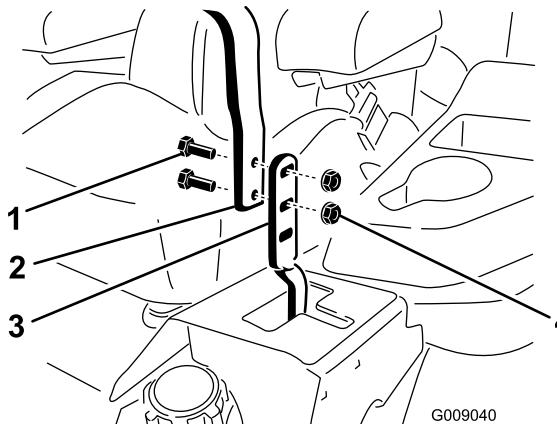

図 57
3. レバーに取り付けられているボルトとフランジナットをゆるめる図 57。